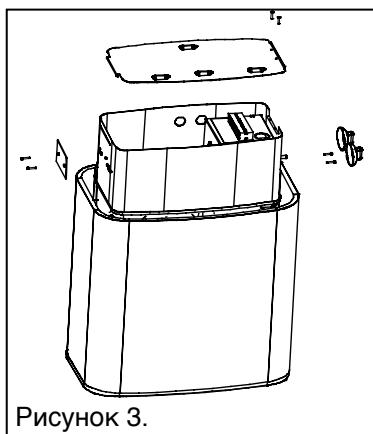

Рисунок 3.
- Відкрутіть гвинти кришки з місця для додаткового розміщення блока керування, які розташовані на протилежній стороні з'єднувальної коробки (рис. 3).